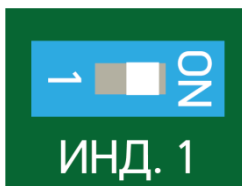

Рисунок 7.27
– снять крышку БОС. Включить сигнальный светодиод (поз.4, рисунок 7.1) установкой флажка выключателя (поз.3, рисунок 7.1) в правое положение (положение «ON») (рисунок 7.27);